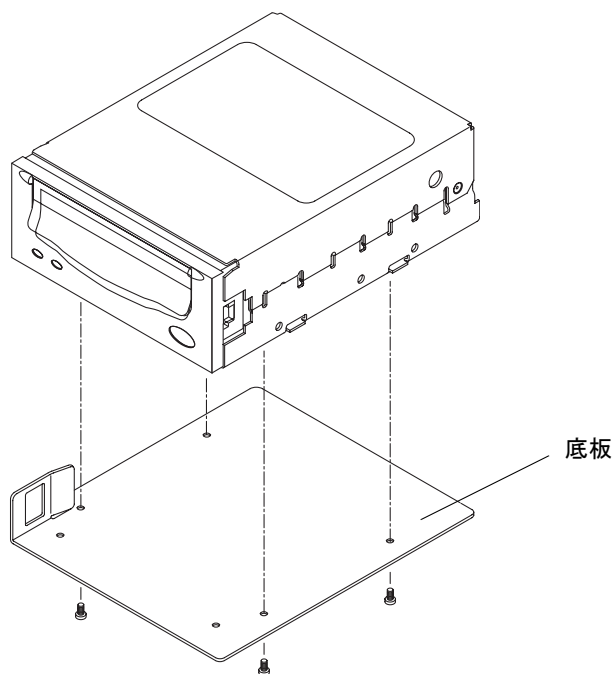

図 5-12 テープドライブの底板の取り外しまたは取り付け
7. 取り外したドライブに底板を固定している 4 本のねじを取り外します。底板を取り外します (図 5-12)。
- 新しいテープドライブに底板を取り付けます。ドライブに付属の 4 本の皿頭ねじを使用します (図 5-12)。